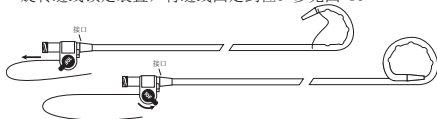

图 3
- 要锁定缝线锁定装置：拉动缝线直至形成所需猪尾管。向远端旋转缝线锁定装置，将缝线固定到位。参见图 3。